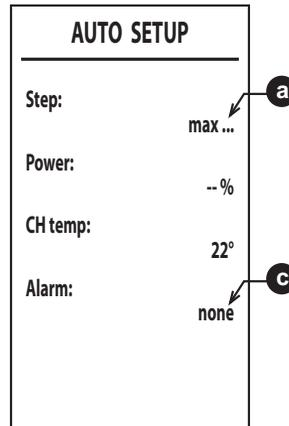

fig. 38
6. După aprindere, arzătorul se poziționează pe diferitele puteri (max, med, min) indicate de punctul a (fig. 38).
- apare mesajul max_err la punctul a și un cod de eroare la punctul c (fig. 38).